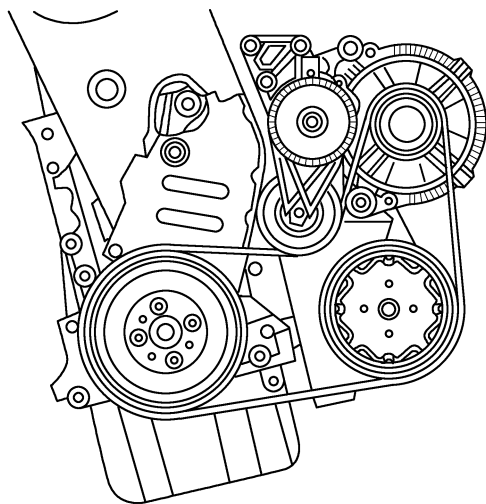

图 2-1-5 正确放置多楔带
1) 将多楔带依次放置在减振盘/带轮和空调压缩机、发电机的带轮上,如图 2-1-5 所示。